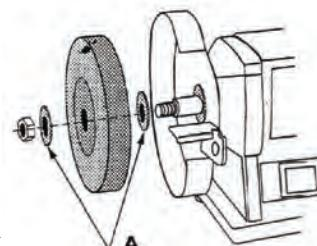

рис. 2
6. Замена камня точильного (рис.2)
- удалите грязь с деталей станка. Установите детали в последовательности, показанной на рис.2 шайбы устанавливаются вогнутой стороной к камню;